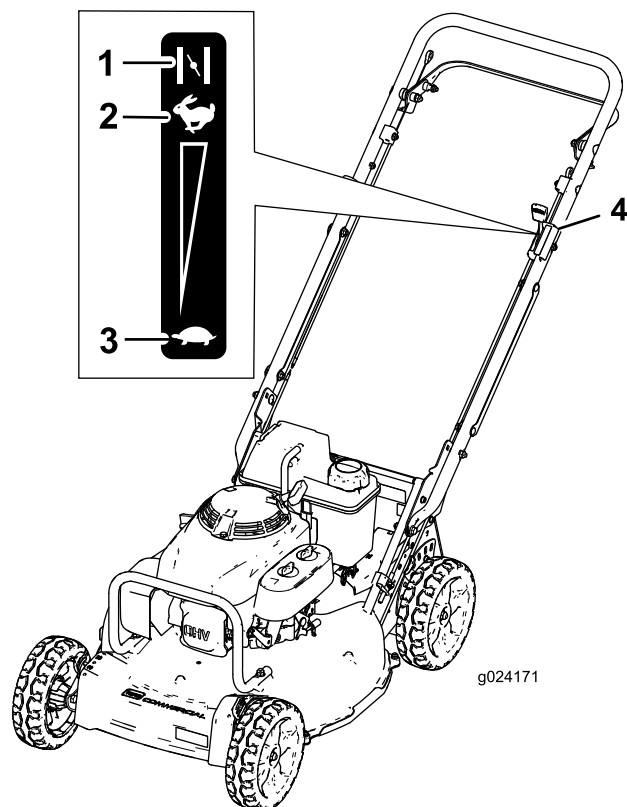

Figura 16
3. Mueva la palanca de control del acelerador a la posición de Estárter (**Figura 16**).
6. Cuando el motor arranque, mueva la palanca de control del acelerador a la posición de Rápido (Figura 16).